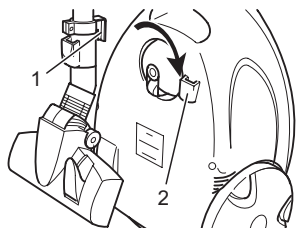

Abb. 15
- Zum **Abstellen** können Sie auch die Verstaueinheit (Abb. 15/2) an der Unterseite des Bodensaugers verwenden. Hier können Sie den Verstauhaken (Abb. 15/1) am Teleskoprohr einhaken (Abb. 15).